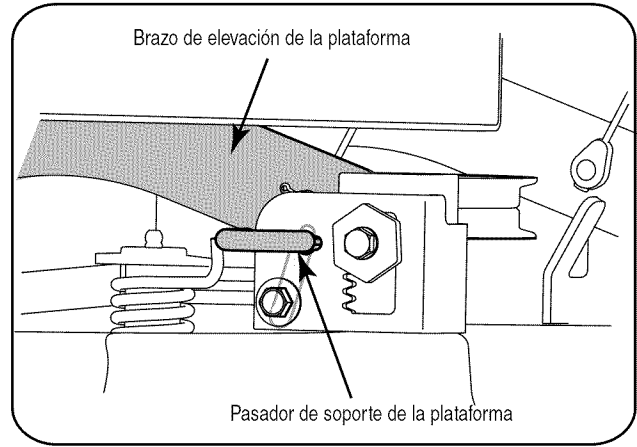

Figura 7-1
- Mirando la plataforma de corte desde el lado izquierdo del tractor, localice el pasador de soporte de la plataforma ubicado en el lateral posterior izquierdo de la plataforma. Vea la Figura 7-1.
- Tire hacia afuera el pasador de soporte de la plataforma para separar la misma del brazo de elevación de la plataforma. Gire la manija del pasador de soporte hacia abajo para trabar el pasador en la posición desenganchada. Vea la Figura 7-1.